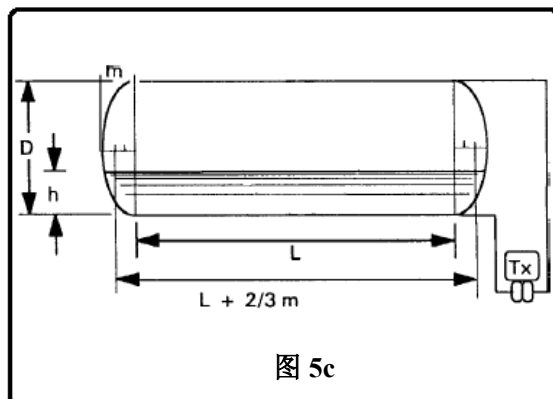

图 5c
c) 具有椭圆形或半椭圆形末端的柱状容器（见图5c）。变送器测量整个容器高度。
其中m是椭圆短轴的长度（见图5c）。